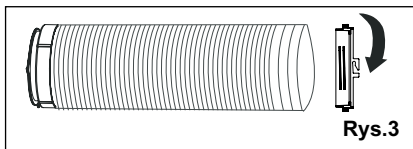

Rys.1
1. Rozciągnąć dowolną stronę węża (Rys. 1) i przykręcić go do łącznika A (Rys. 2).